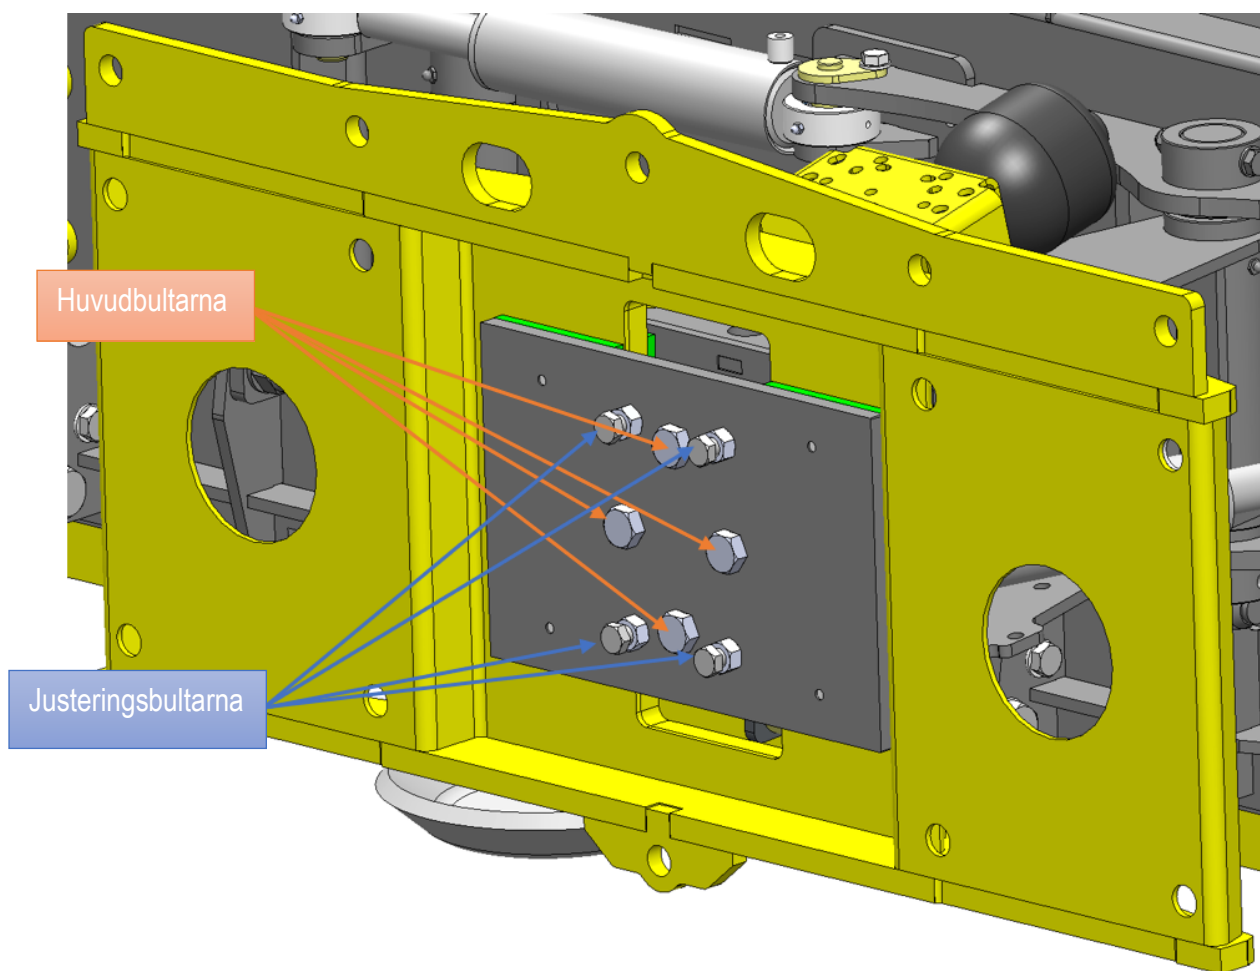

Bild 19 Justering av flytramen
1. Dra först åt huvudbultarna så att glidplattorna trycks mot flytplattan (6 huvudbultar, bild 19).
2. Dra också åt justeringsbultarna så mycket det går (4 justeringsbultar, bild 19).